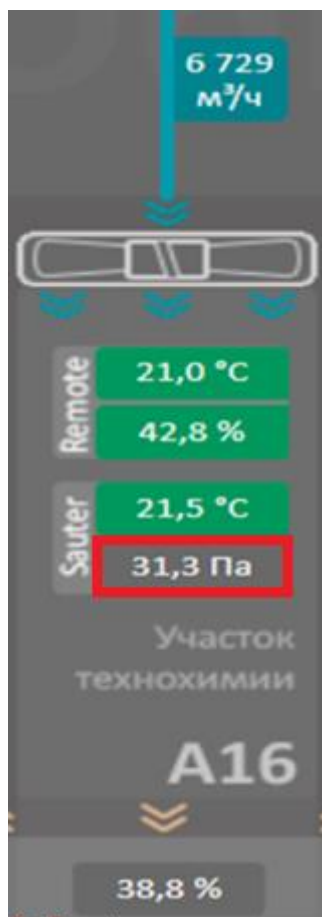
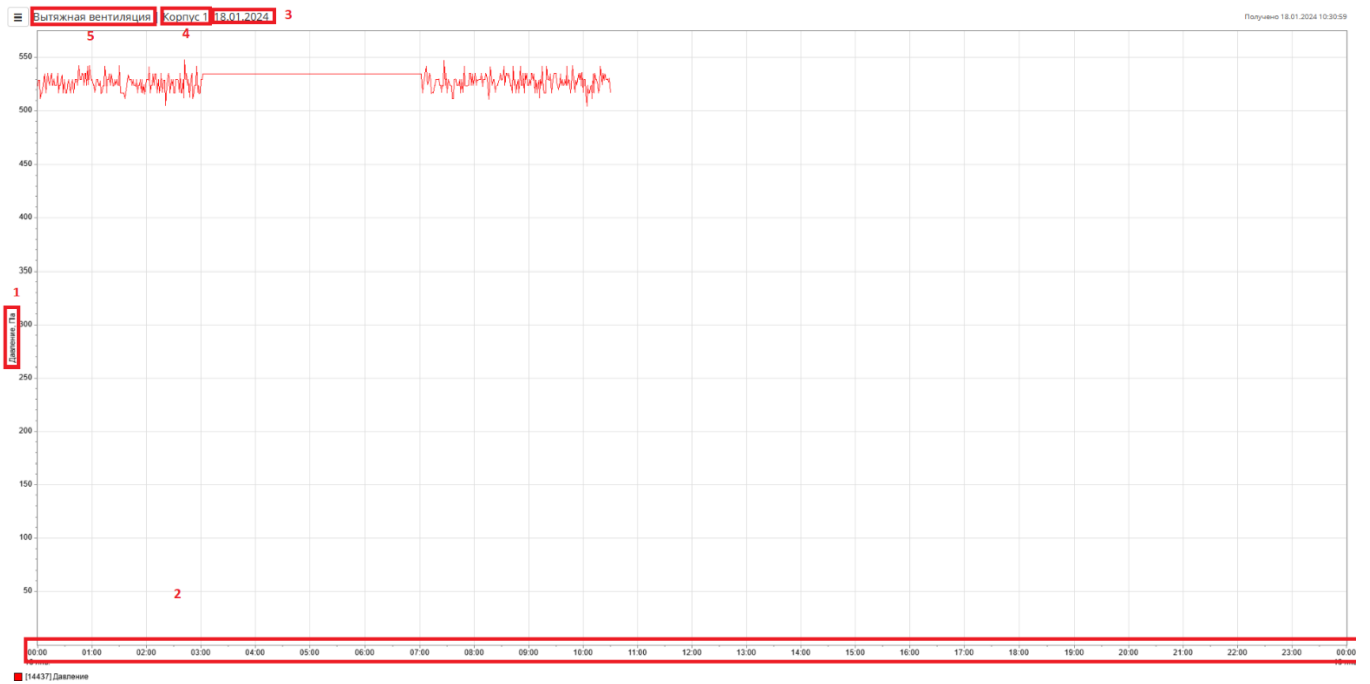

Рисунок 7 – Раздел «Давление»
Рисунок 8 – График расхода вытяжного воздуха
При нажатии на раздел «Давление» (см. рис. 7) открывается интерфейс с мониторингом изменений показаний инженерного оборудования (см. рис. 8).
- **давление, Па** (см. рис. 8, позиция 1);
- **суточная шкала времени** (см. рис. 8, позиция 2);
- **время и дата последнего получения данных** (см. рис. 8, позиция 3);
- **наименование корпуса** (см. рис. 8, позиция 4);
- **наименование инженерного оборудования** (см. рис. 8, позиция 5).